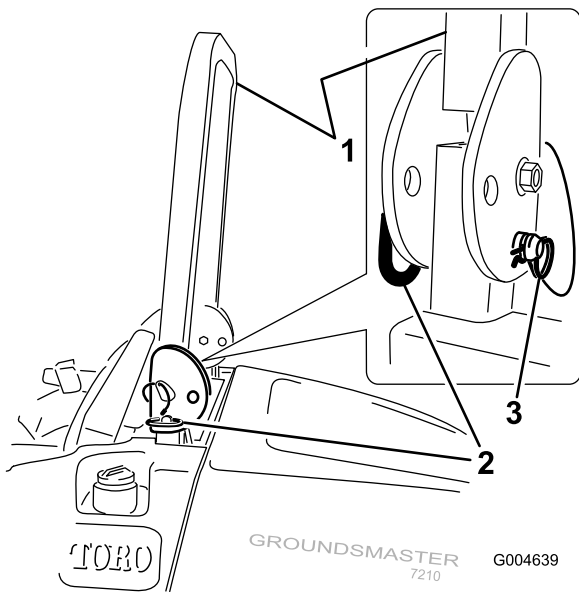

図 13
1. ROPS を下げるには、バーを前方に押し固定ピンに掛かっている力をゆるめた状態で、左右の固定ピンを抜き取る（図 13）。
3. ピンとヘアピン・コッターで固定する(図 13)。
4. ROPS を立てるには、機体の左右でヘアピン・コッターを抜き、ピンを外す(図 13)。
5. ROPS をまっすぐに立ててピンで固定し、ヘアピン・コッターでロックする(図 13)。